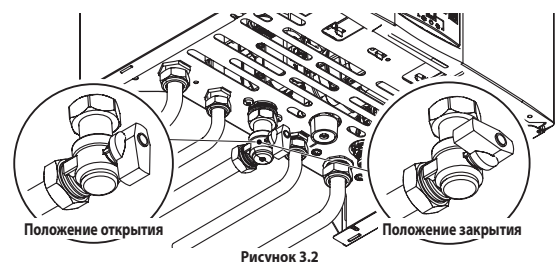

Рисунок 3.2
- Краны котла, а также краны, предусмотренные при установке, должны быть открыты (Рисунок 3.2).
• перекрыть краны котла (Рисунок 3.2);